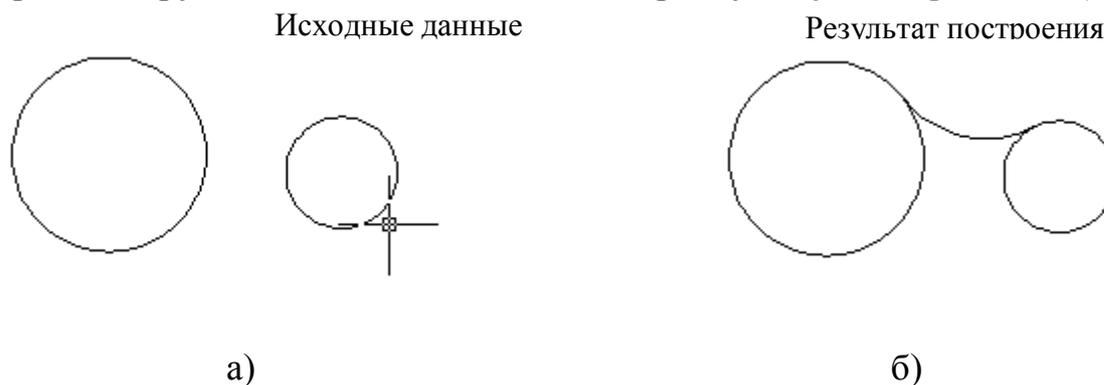

Рис. 3.3 Построение внешнего сопряжения двух окружностей
3.1.3 Внешнее сопряжение двух окружностей (Рис. 3.3 б).
Исходные данные: на чертеже по заданным координатам центров и радиусов построены окружности и известно значение радиуса дуги сопряжения (Рис. 3.3 а).